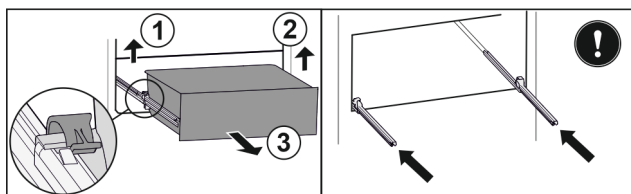

Fig. 114
- ▶ Zvedněte levou svorku a současně vytáhněte zásuvku vlevo dopředu. Fig. 114 (1)
- ▶ Zvedněte pravou svorku a současně vytáhněte zásuvku vpravo dopředu. Fig. 114 (2)
- ▶ Vyjměte zásuvku dopředu. Fig. 114 (3)